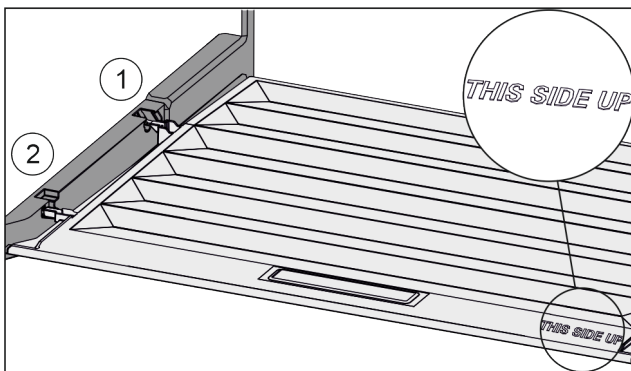

Fig. 40
- ▶ Deckelstege über Öffnung der hinteren Halterung Fig. 40 (1) einführen und vorne in Halterung Fig. 40 (2) einrasten.